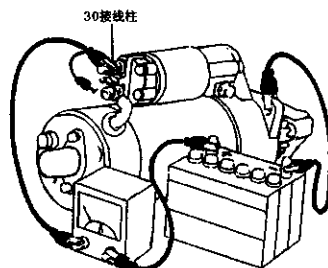

图 4-52 连接蓄电池与起动机
②测量保持线圈应为通路状态。如果不通，说明保持线圈有断路的地方，应进行修理。
③测量吸引线圈应为通路状态。如果不通，说明吸引线圈有断路的地方，应进行修理。
①将起动机牢固夹在虎钳上，如图 4-52 所示。将起动机与蓄电池连接，蓄电池正极接电流表正极，电表负极接磁力开关 30 接线柱；蓄电池负极与起动机壳体相连接。